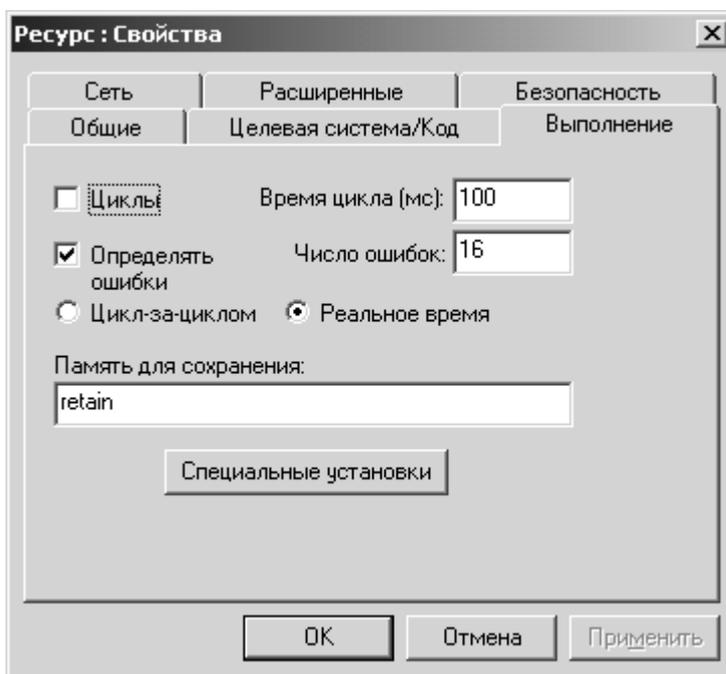

Рисунок 2.4 - Размещение области хранимых переменных
2.5 При использовании в прикладном проекте переменных с атрибутом retain (хранимая), на вкладке «Выполнение» укажите память для сохранения области хранимых переменных, как показано на рисунке (рисунок 2.4).